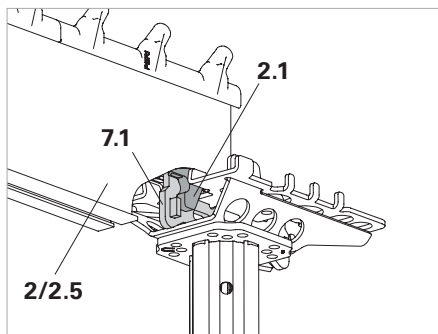
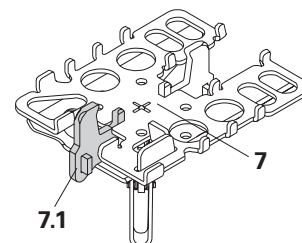

Fig. A5.10
Fig. A5.11
La testa combi (7) (Fig. A5.11) previene lo spostamento e il rovesciamento di:
- trave longitudinale SLT 225 (2).
- SLT 150 (2.5). (Fig. A5.10)
L'attacco di congiunzione della trave di orditura (2.1) si aggancia al supporto (7.1) della testa. (Fig. A5.10)